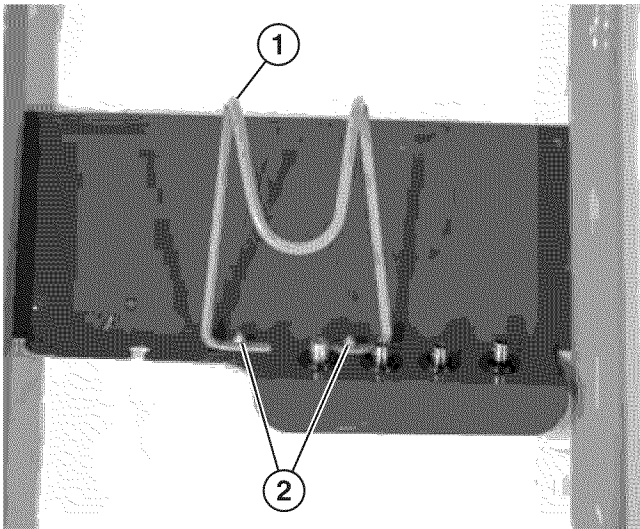

Figura 8 – Instalación del soporte de la manguera
7. Instale el soporte de la manguera a la manija utilizando los pernos y tuercas M5 (ver Figura 8).